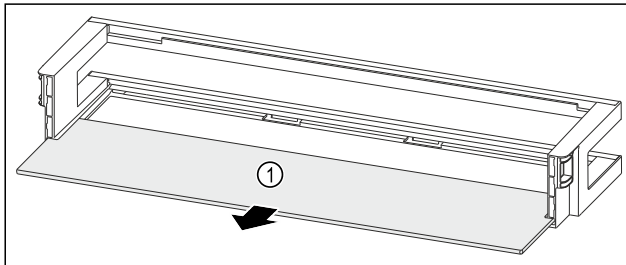

Fig. 221 Türabsteller mit Abstellfläche
- ▶ Abstellfläche Fig. 221 (1) entnehmen.